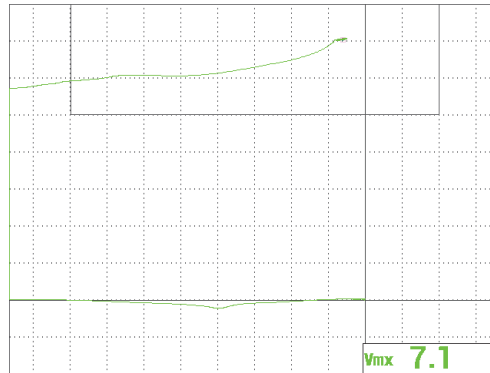

Abbildung 5-27 Signal im Vollbildschirmmodus
8. Drücken Sie die Direktzugriffstaste FREEZE (❄️), um die Prüfung freizugeben und drücken Sie dann die Taste FULL NEXT (➡️), um zum Vollbildschirmmodus zu schalten (siehe Abbildung 5-27 auf Seite 156).